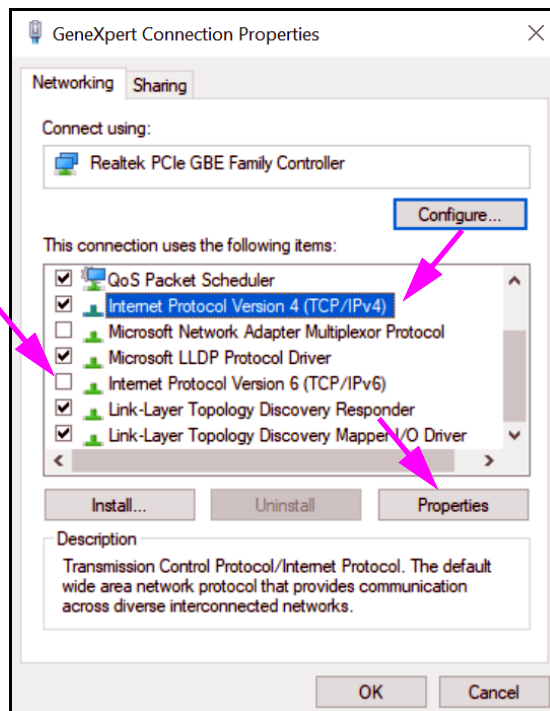

Figura 2-48. Pantalla GeneXpert Connection Properties (Propiedades de conexión de GeneXpert)
- Seleccione **Propiedades (Propiedades)** en el menú desplegable. Aparece la pantalla ilustrada en la figura 2-48.
8. En la pantalla GeneXpert Connection Properties (Propiedades de conexión de GeneXpert) (ilustrada en la figura 2-48) desactive la casilla situada junto a **Internet Protocol Version 6 (TCP/IPv6) (Protocolo de Internet versión 6 [TCP/IPv6])**. Resalte **Internet Protocol Version 4 (TCP/IPv4) (Protocolo de Internet versión 4 [TCP/IPv4])**, y luego haga clic en **Properties (Propiedades)**. Aparece la pantalla Internet Protocol Version 4 (TCP/IPv4) Properties (Propiedades del protocolo de Internet versión 4 [TCP/IPv4]).